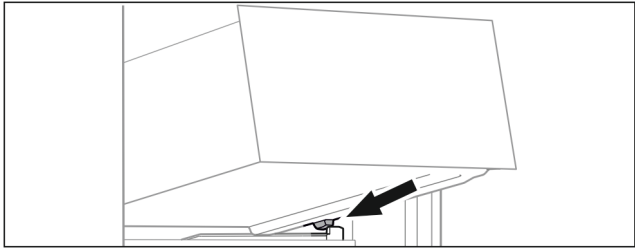

Fig. 33
- ▶ 将抽屉斜放在容器肋梁上的止动器后面。(参见 Fig. 33)